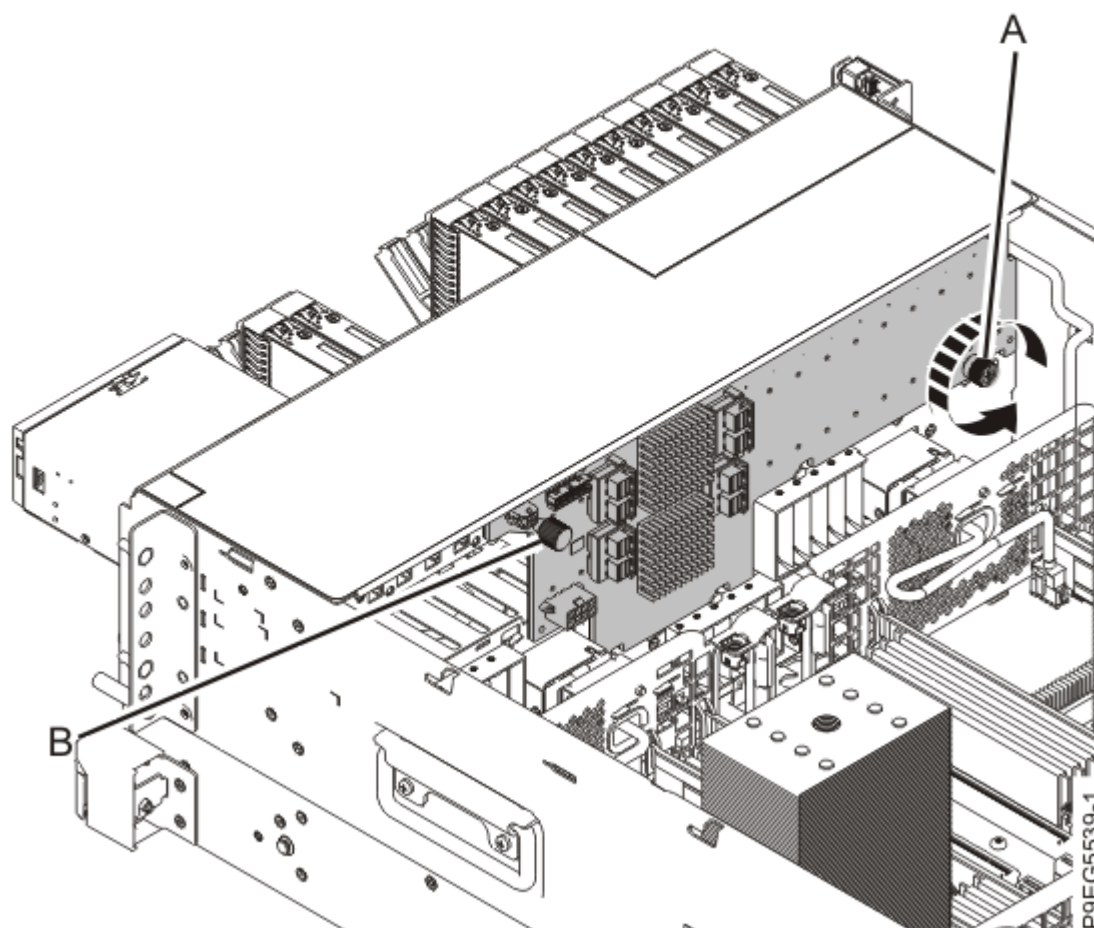
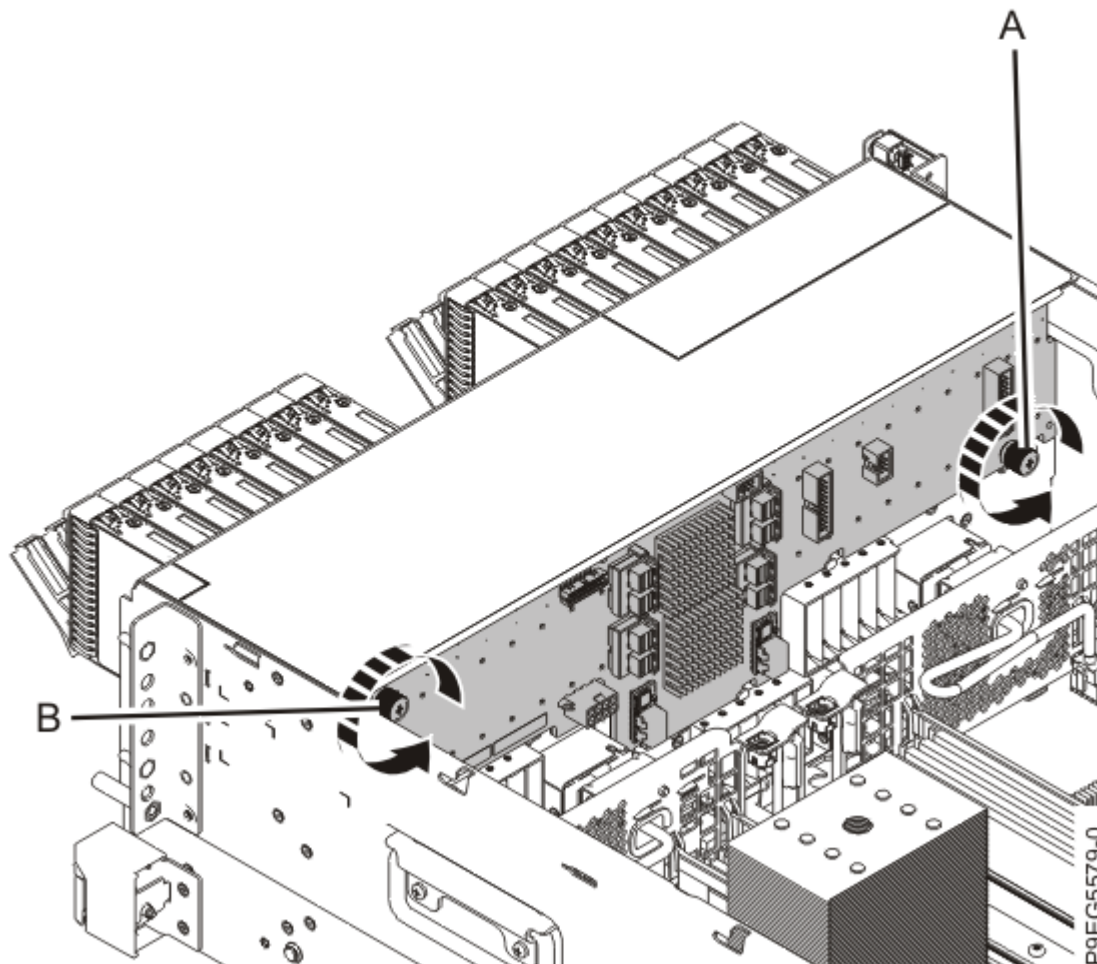

Figura 16. Com afluixar el cargol de la placa posterior de la unitat de disc
Figura 17. Com afluixar els cargols de la placa posterior de la unitat de disc
- d) Descolleu amb compte el cargol adossat de la placa posterior de la unitat de disc **(A)** i **(B)**, segons el tipus de placa posterior de la unitat de disc, fins que quedi completament afluixat. Consulteu la Figura 16 a la pàgina 18 o la Figura 17 a la pàgina 19 segons pertoqui.